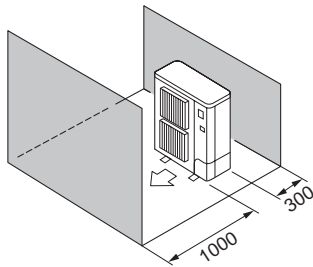

Fig. 2-10
- ⑤ Hindernisse nur auf der Vorder- und Rückseite (Fig. 2-10)